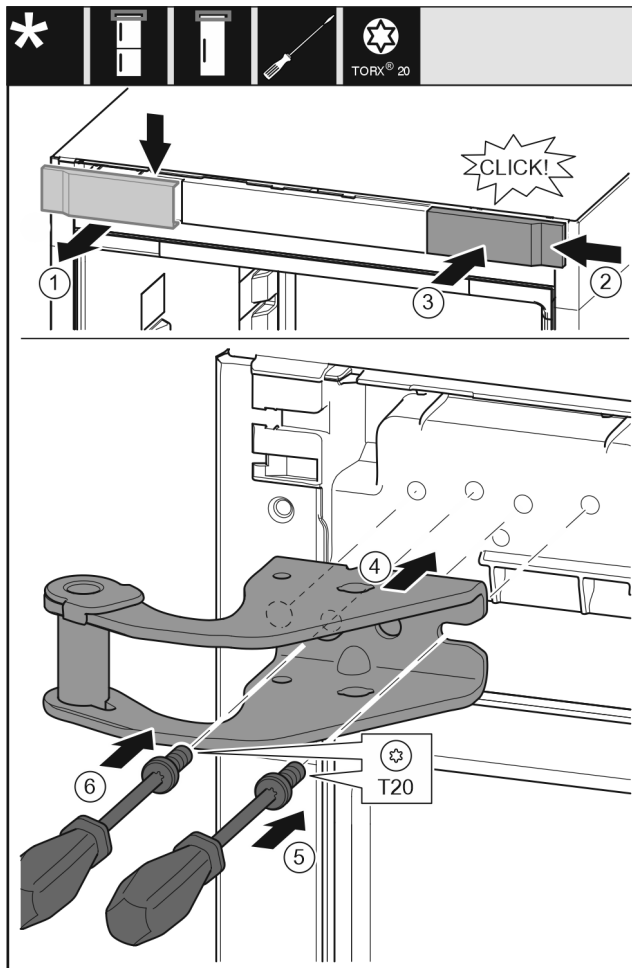

Fig. 14
- ▶ Свалете капака от горе напред. Fig. 14 (1)
- ▶ Закачете капака, завъртян на 180°, от другата страна отдясно. Fig. 14 (2)
- ▶ Фиксирайте капака. Fig. 14 (3)
- ▶ Поставете горната лагерна стойка. Fig. 14 (4)
- ▶ С отвертка T20 поставете винта и го затегнете. Fig. 14 (5)
- ▶ С отвертка T20 вкарайте винта и го затегнете. Fig. 14 (6)